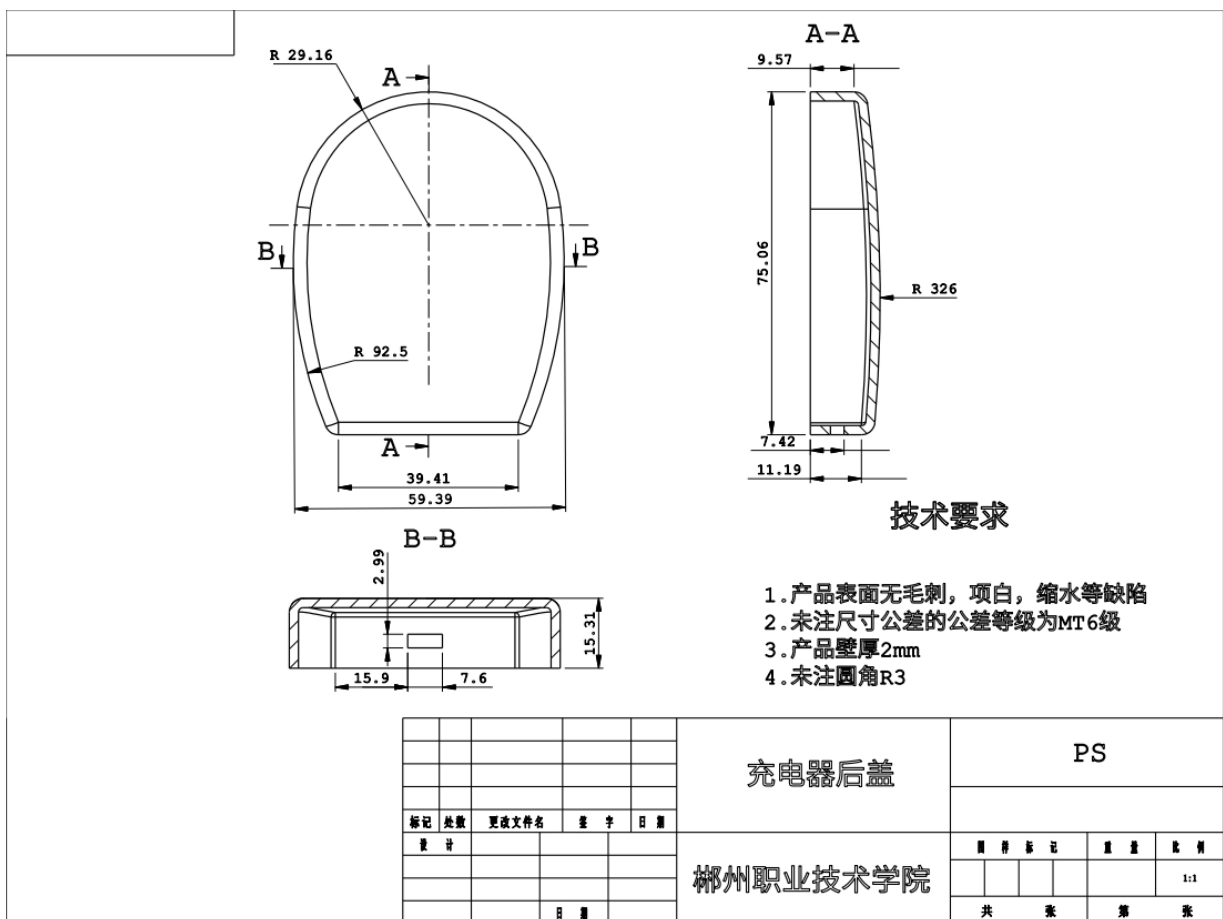

图 H1-2 充电器后盖
(1) 在F盘下建立考生文件夹，文件夹名称为“场次一工位号一ZM”。塑件三维造型及型腔、型芯设计所完成后的文件都存于此文件夹中；
(2) 根据图H1-2要求，进行塑件三维造型设计，文件名称为3DSJ；